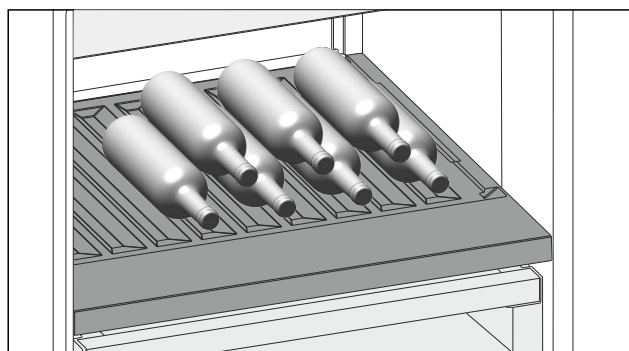

Fig. 121
- Wkładać butelki dnem ustawionym do tyłu, w kierunku ścianki tylnej. (patrz Fig. 121)